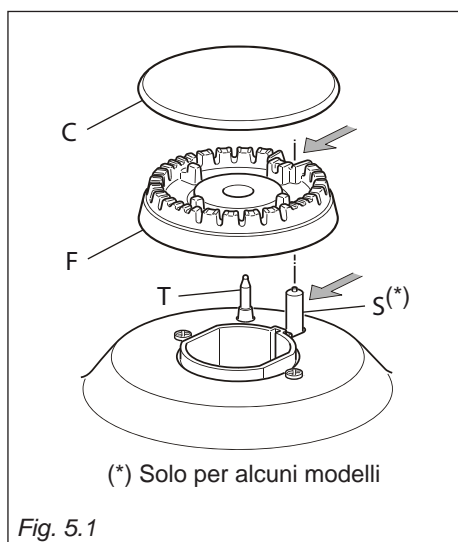

Fig. 5.1
- Verificare che la sonda "T" (fig. 5.1) vicino ad ogni bruciatore sia sempre ben pulita in modo da permettere il regolare funzionamento della valvolatura di sicurezza.
- Solo per i modelli con accensione elettrica: verificare che l'elettrodo "S" (fig. 5.1) sia sempre ben pulito in modo da permettere lo scoccare regolare delle scintille.
È molto importante verificare il perfetto posizionamento dello spartifiamma "F" e del cappello "C" del bruciatore (vedere figure 5.1 - 5.2) perché un loro spostamento dalla sede può essere causa di gravi anomalie.